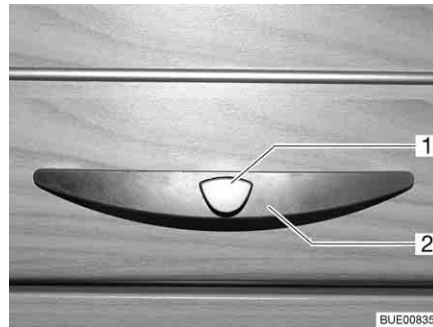

Bild 38 Möbelklappe mit Griff (Beispiel)
- Den Entriegelungsknopf (Bild 38,1) am Griff (Bild 38,2) drücken und gedrückt halten.